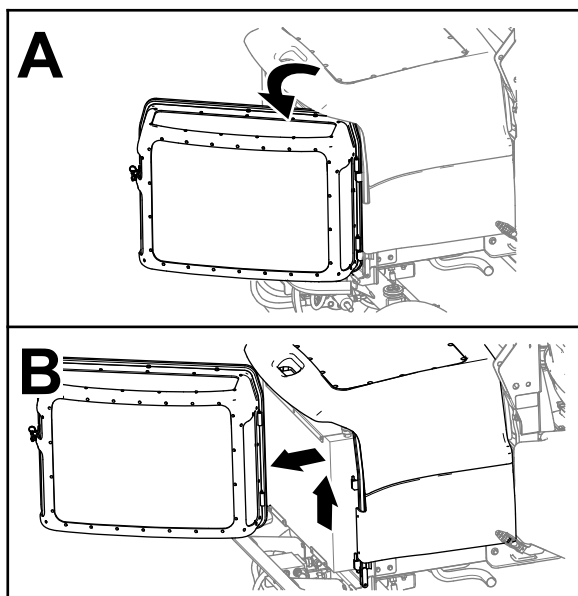

Figura 64
3. Desaperte o filtro do motor, abra-o e eleve-o da máquina (Figura 64).